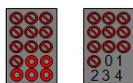

FIG. 6 – LED
**JTAG Register (W) :** registre dans lequel le slow control, via le cPCI, va écrire les séquences « TDI TCK TMS » pour configurer les mini-modules V4 ou le KIT V4 afin de recréer une configuration type JTAG. Seuls les 3 premiers bits sont utilisés suivant l'ordre :
**Wr DAC Register (W) :** registre dans lequel sont écrites les valeurs pour configurer le composant MAX1299, composant qui permet de donner la consommation des différentes tensions ainsi qu'une température ambiante de la carte au alentour du composant.
**LED Register (W) :** registre connecté sur le panneau de led de la face avant. Les 5 bits LSB du registre sont utilisés pour le pilotage des LEDs dont la correspondance « position < – > bit » est donnée figure 6, vue de droite.